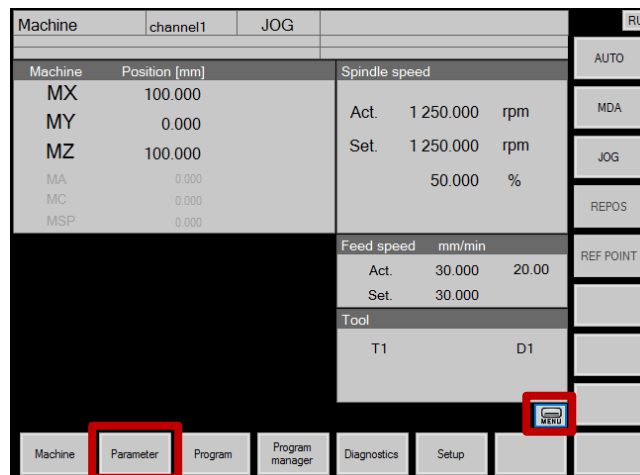

Рис.94. Кнопки «Menu» и «Parameter»
4. Перейти в меню «Parameter», вызвав главное меню и нажав на соответствующую кнопку под экраном (рис.94);